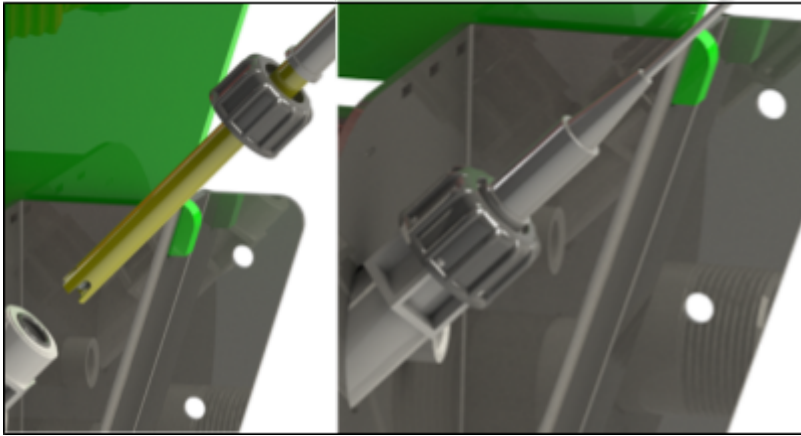

Figure 57.
12. Insérez la sonde de pH à travers l'écrou noir et le joint torique, puis enfoncez la sonde de pH aussi loin que possible dans le support et serrez l'écrou noir (voir figure 57).